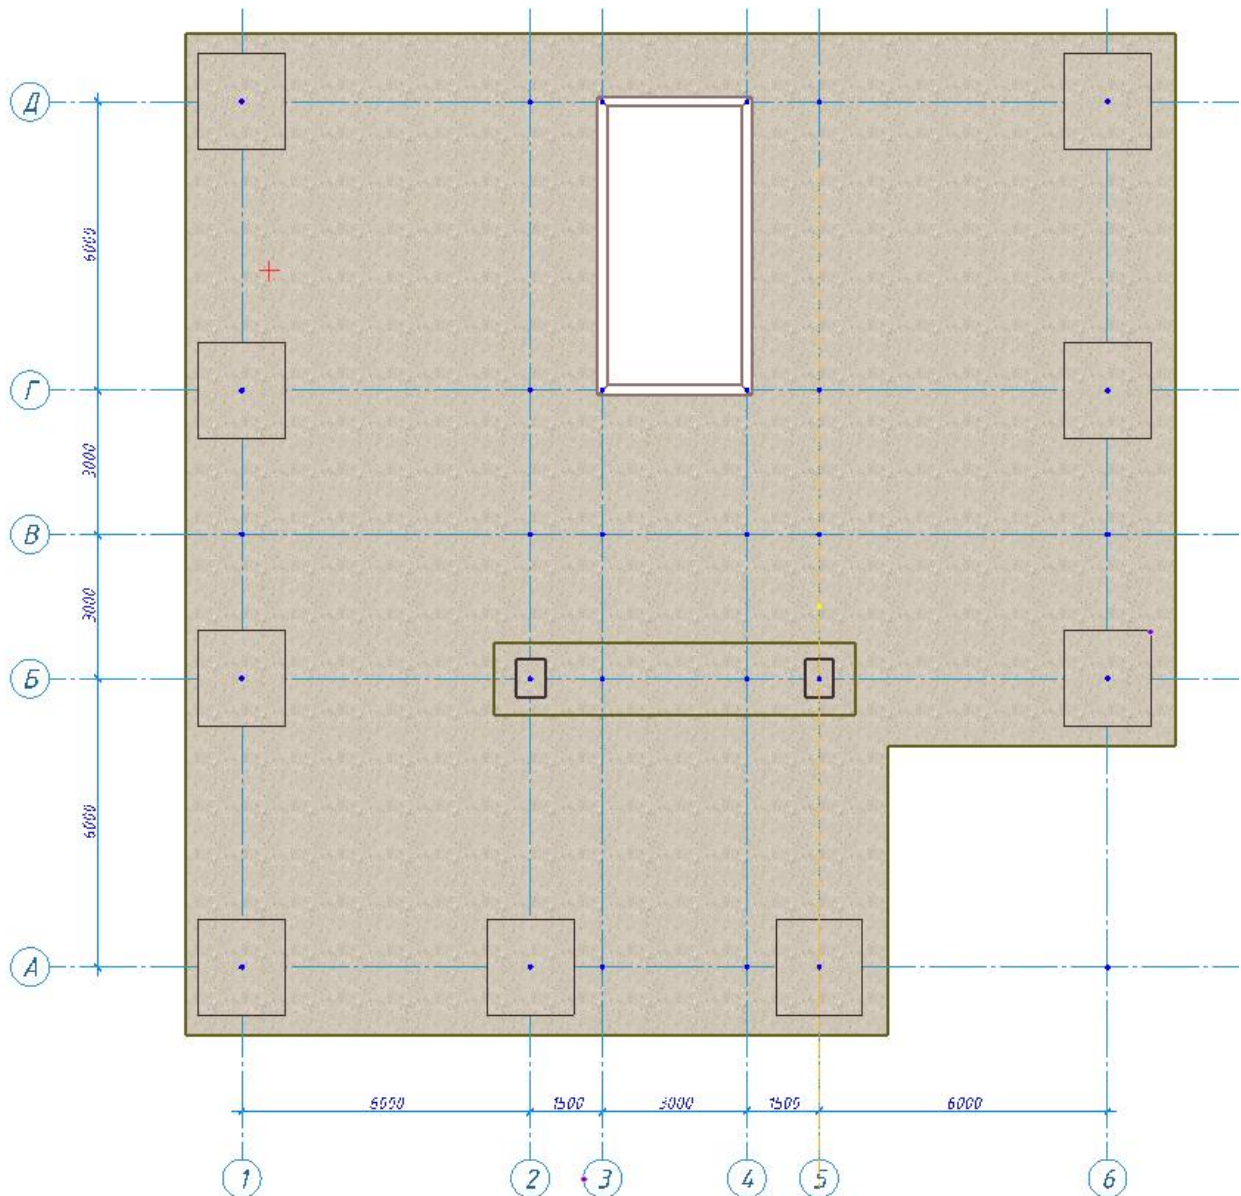

Рис. 23.12. Розташування потовщення в плиті перекриття на виді зверху
- друга точка – (**X=12750, Y=6750**). (рис. 23.12)